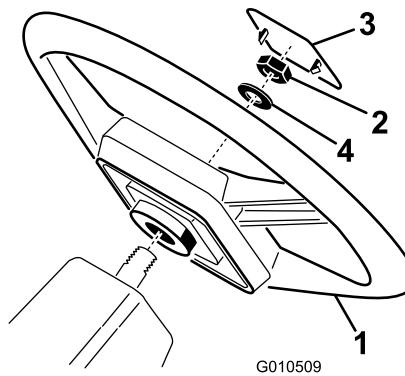

Figure 3
- Retirez l'écrou de l'arbre de direction. Glissez le volant et la rondelle sur l'arbre de direction (Figure 3).